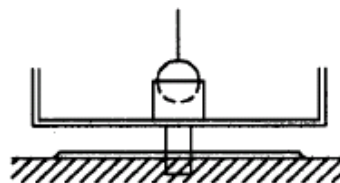

Fig. 8 Ajuste horizontal
- Inserir o cilindro de ajuste no dispositivo de medição e logo colocar a esfera do pêndulo nele (ver fig. 8).